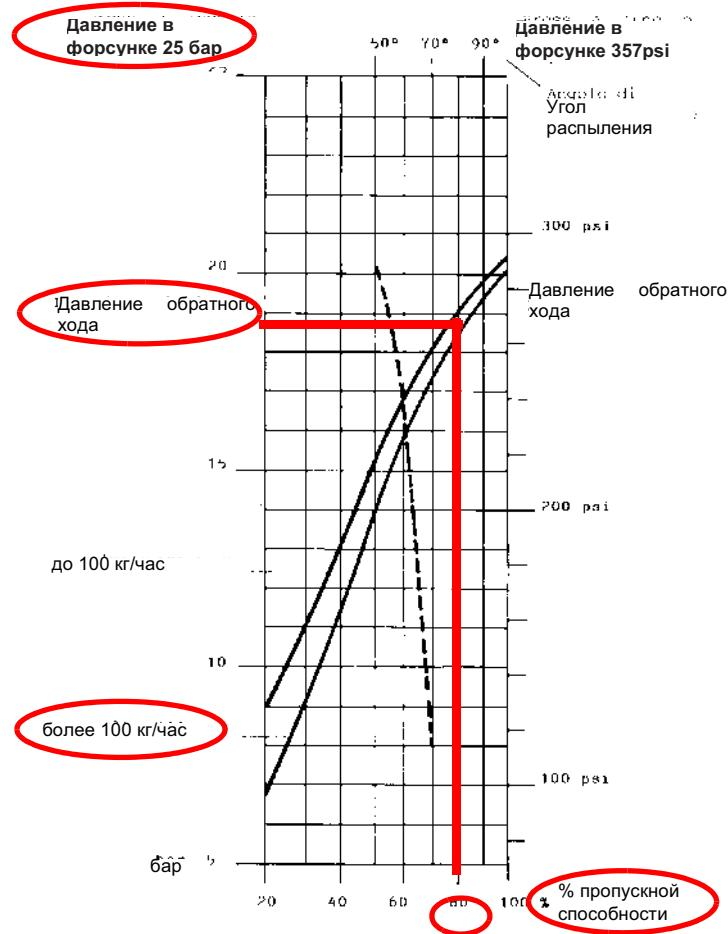
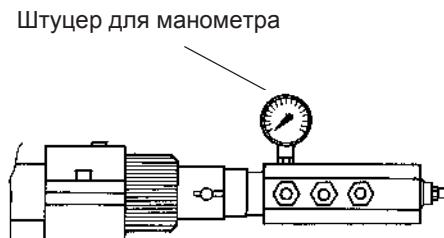

Рис. 15
Рис. 18
Расход мазутного топлива регулируется за счет выбора форсунки (противопоточного типа), соответствующего мощности котла и типу применения размера, а также регулировки давления на прямом и обратном ходе жидкого топлива, согласно данных, указанных в таблице и на графике на Рис. 15 (для считывания давления - читайте последующие параграфы)
Пример : 80% номинального расхода на форсунке можно получить, если установлены форсунки с расходом более 100 кг/час, при давлении на обратном ходе примерно равном 18 бар (см. график на Рис. 15).
- 8 Давление питания форсунки уже отрегулировано заранее на заводе-изготовителе и не должно изменяться. Только в случае необходимости, отрегулировать давление питания (см. соответствующий параграф) следующим образом: установить манометр в положение, указанное на Рис. 18, воздействовать на регулировочный винт **VR** насоса (см. Рис. 17) до получения на форсунке давления в 25 бар (форсунки Fluidics - см. график на Рис. 15);